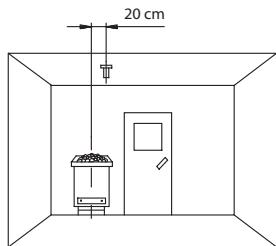

Abb. 7
Beachten Sie bitte, dass sich nachfolgende Maßangaben auf die Werte beziehen, die bei der Geräteprüfung nach EN 60335-2-53 vorgegeben wurden. Grundsätzlich muss der Ofenfühler an der Stelle montiert werden, an der die höchsten Temperaturen erwartet werden. Einen Überblick über den Montageort des Fühlers geben Ihnen die Abb. 7 - 9.
- Der Ofenfühler wird in Kabinen bis zu der Größe von  $2 \times 2 \text{ m}$  gemäß Abb. 7 und 8 montiert, in größeren Kabinen gemäß Abb. 7 und 9 montiert.